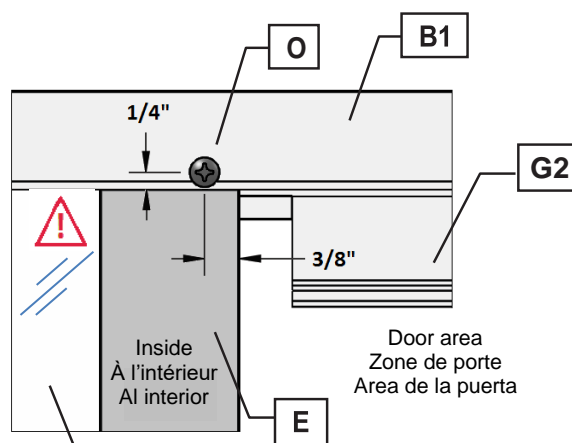

Fig 9b
2. Locate screw holes 1/4" from the edge of the **Inside Header (B1)** and the **Sill (A)**. Drill $\varnothing 7/64$ " pilot holes through the back of the **Inside Header (B1)** and the **Sill (A)** into the **Inline Post (E)** at 3/8" from the strike side of the **Inline Post (E)**. (**Fig 9b**)
2. Localisez les trous de vis à 1/4 po du bord du **rail intérieur (B1)** et du **seuil (A)**. Percez des avant-trous $\varnothing 7/64$ " à travers l'arrière du **rail intérieur (B1)** et du **seuil (A)** dans le **poteau en ligne (E)** à 3/8" du côté de la gâche du **poteau en ligne (E)**. (**Fig. 9b**)